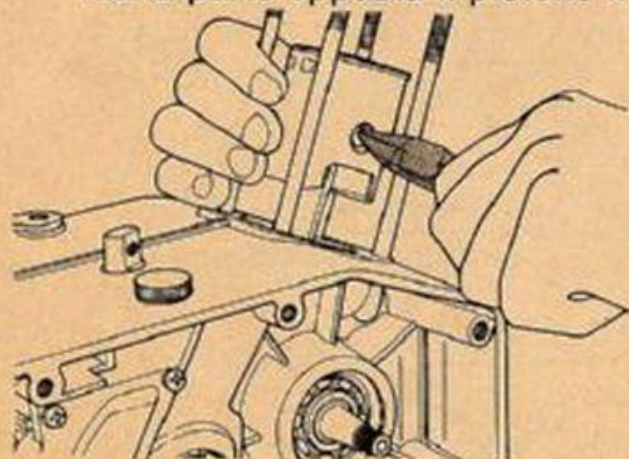
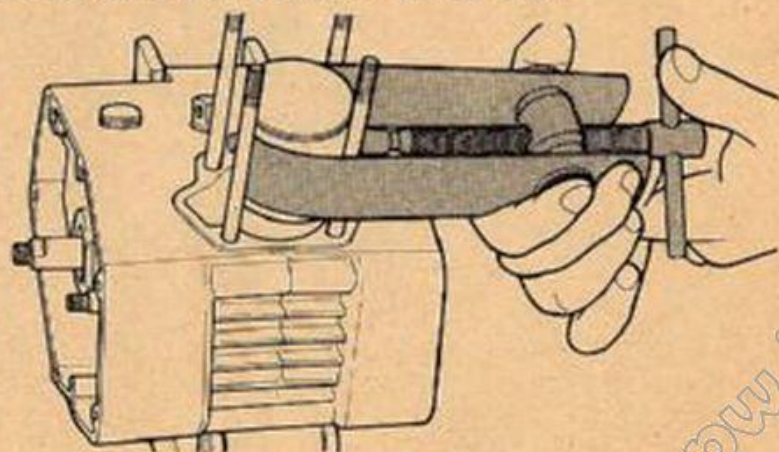

FIG. 20 Rimozione anelli di fermo
FIG. 21 Estrazione spinotto
- 19) PRIMA di rimuovere gli anelli di fermo spinotto chiudere con uno straccio pulito l'imbocco del carter onde evitare di far cadere l'anello di fermo all'interno del motore. Togliere quindi i 2 anelli di fermo (fig. 20), sfilare lo spinotto con l'apposito estrattore commerciale (fig. 21) e, qualora si intenda utilizzare una spina a 2 diametri, battere leggermente avendo cura di supportare contemporaneamente dalla parte opposta il pistone in modo da evitare danni alla biella.